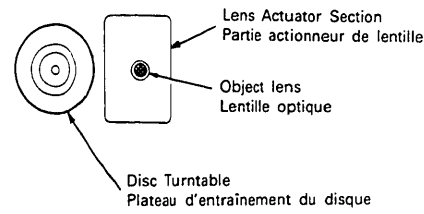

Fig. 9
**18. Checking the Object Lens. (Fig. 9)**
**18. Vérification de la lentille optique (Fig. 9)**